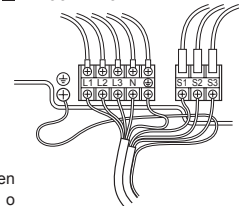

Fig. 6-2
### 6.1. Unidad exterior (Fig. 6-1, Fig. 6-2)
- Tienda los cables de acuerdo con la Fig. 6-1 y Fig. 6-2.